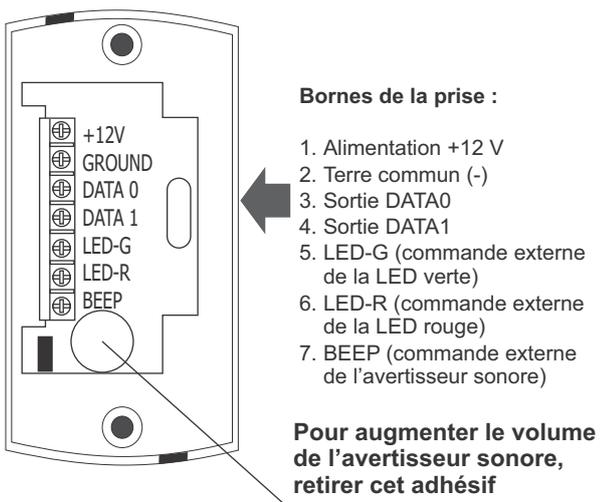

Figure. 4
- Raccorder les fils à la prise du lecteur, conformément aux Fig. 4 et 5.